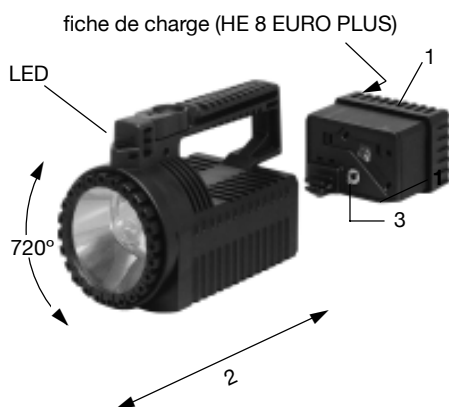

Fig 2
3. Enlever la bague de serrage en la tournant à gauche (fig.2).
2. Desserrer la vis à six pans creux SW3 à l'arrière du bloc batterie embrochable (fig. 2, pos.1) et sortir le jeu d'accus.